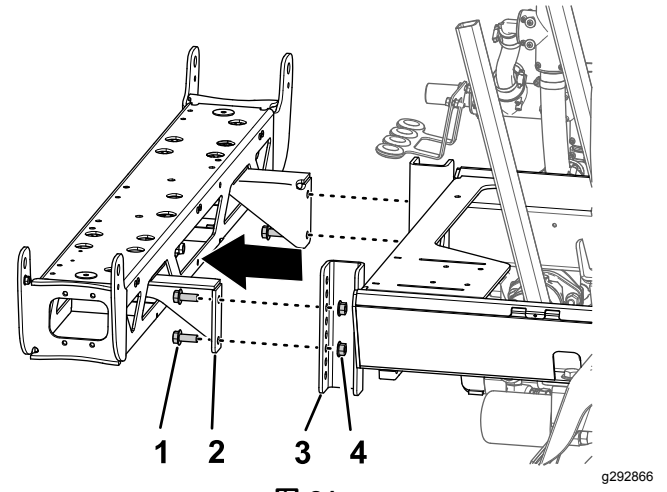

图 81
- 拆下将中央喷洒臂段的支撑托架固定至打药车机架安装槽的 4 个凸缘头螺栓 ½ x 1-¼ 英寸和 4 个凸缘锁紧螺母 ½ 英寸然后从机器上拆下中央喷洒臂段图 81。